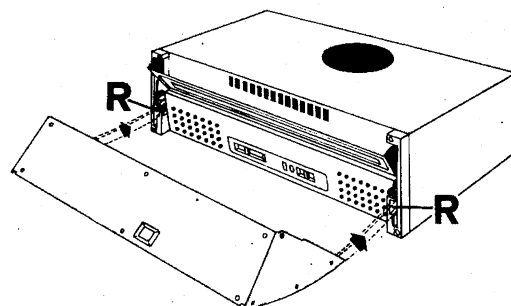

Fig. 4
- Glissez précautionneusement la porte dans les rainures R (fig. 4).